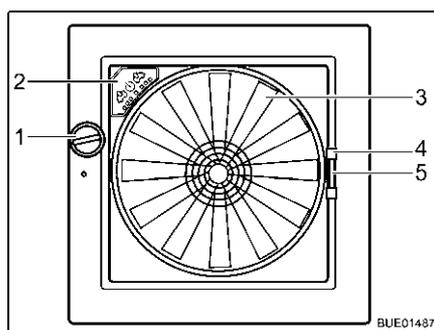

Fig. 100 Claraboya Omni-Vent
Abrir: ■ Girar el botón giratorio (Fig. 100,1) hasta alcanzar el ángulo de apertura deseado.
Cerrar: ■ Girar el botón giratorio (Fig. 100,1) hasta que la claraboya esté completamente cerrada.
- Tirar del tirador (Fig. 100,4) de la protección contra insectos hacia el lado opuesto del marco.
- Comprimir el tirador (Fig. 100,5) del oscurecedor.
Cuando la claraboya está abierta, el interior se puede ventilar y purgar de aire con el ventilador de 6 niveles (Fig. 100,3). El ventilador se maneja a través del cuadro de mando (Fig. 100,2).